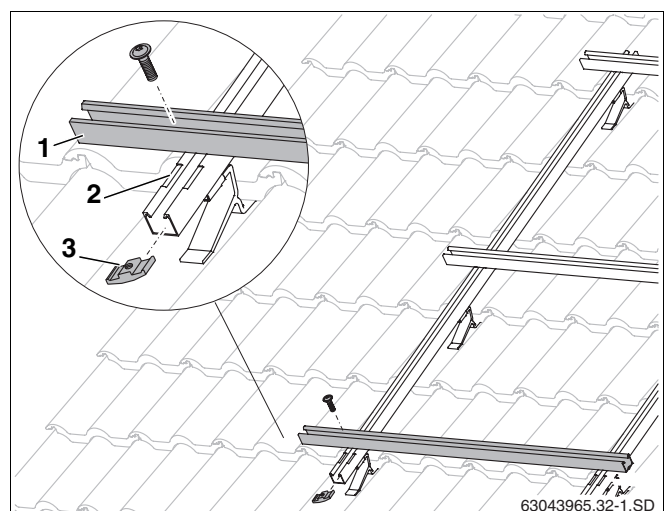

Fig. 30 Instalar os perfis horizontais
- ▶ Colocar os perfis (fig. 30, **item 1**) nos entalhes (fig. 30, **item 2**) dos perfis de carga de neve e apertar ligeiramente com parafusos e porcas de alumínio (fig. 30, **item 3**), para que os perfis ainda possam ser alinhados.